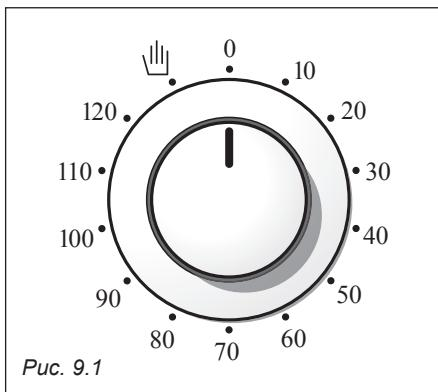

Рис. 9.1
**ТАЙМЕР НА 120 МИНУТ** (Рис. 9.1)